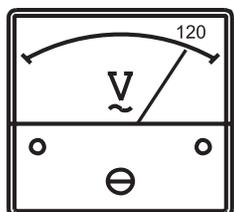

Figure 30. Voltmètre
7. Le voltmètre CA du générateur (Figure 30) affiche la tension de sortie du générateur en VOLTS.